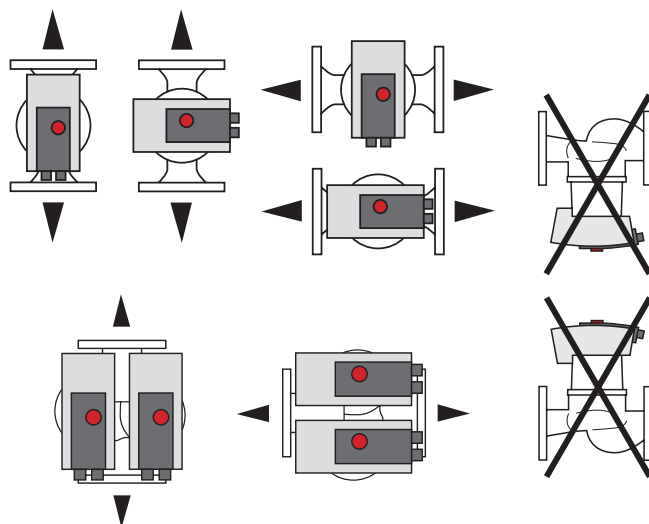

Fig. 4: Tillåtna monteringslägen
1. Kontrollera tillåtna monteringslägen → Bild 4.